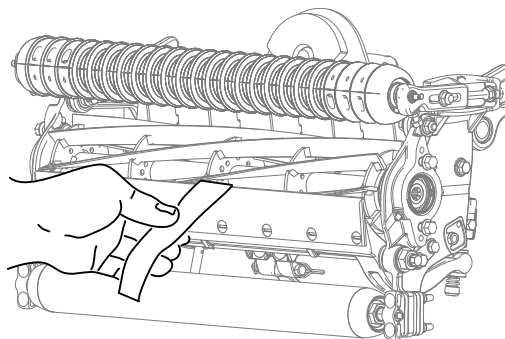

Рисунок 8
- B. Вставьте длинную полоску бумаги индикации производительности резания (№ 125-5610 по каталогу Toro) между барабаном и неподвижным ножом перпендикулярно неподвижному ножу (**Рисунок 8**), затем **медленно** вращайте барабан вперед; при этом бумага должна разрезаться; в ином случае повторяйте пункты А и В до тех пор, пока бумага не начнет разрезаться.
13. Вставьте длинную полоску специальной бумаги для проверки качества среза (№ 125-5610 по каталогу Togo) между барабаном и неподвижным ножом перпендикулярно неподвижному ножу (**Рисунок 8**), затем **медленно** вращайте барабан вперед; при этом нож должен разрезать бумагу; в ином случае поверните каждый регулировочный винт неподвижного ножа по часовой стрелке на один щелчок и повторяйте действия, описанные в этом пункте, до тех пор, пока нож не будет разрезать бумагу.